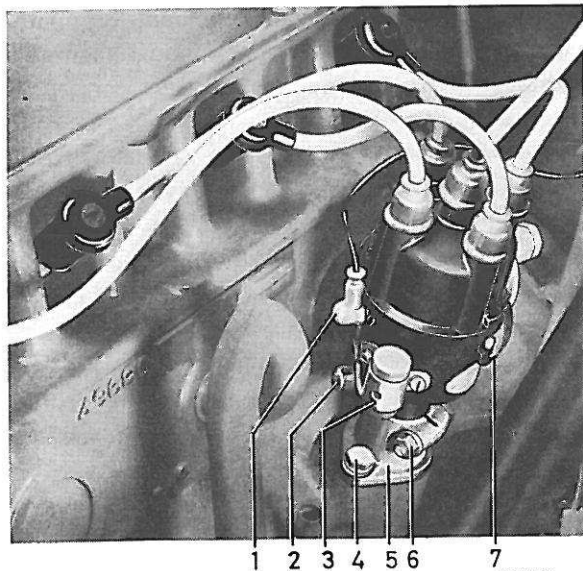

Figure 67. Allumeur en place sur le moteur
3. Débranchez le câble primaire, 1, figure 67.
5. Desserrer la vis 6, figure 67 et déposer l'allumeur.